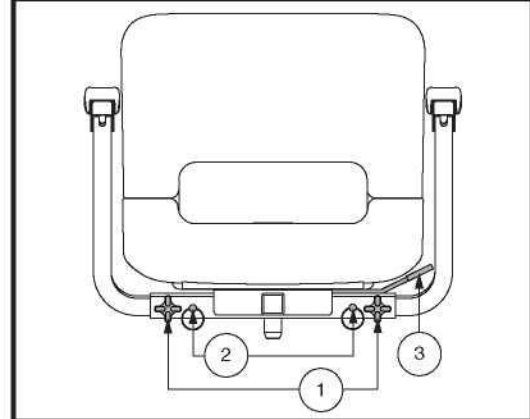

Figure 19. Réglage du siège – Style A
1. Desserrez les boutons de réglage. Voir la figure 19.
1. En fonction de votre type de siège, soit tirer vers le haut ou pousser vers l'avant le levier de rotation du siège afin de dégager le siège. **Voir la figure 19 ou 20.**